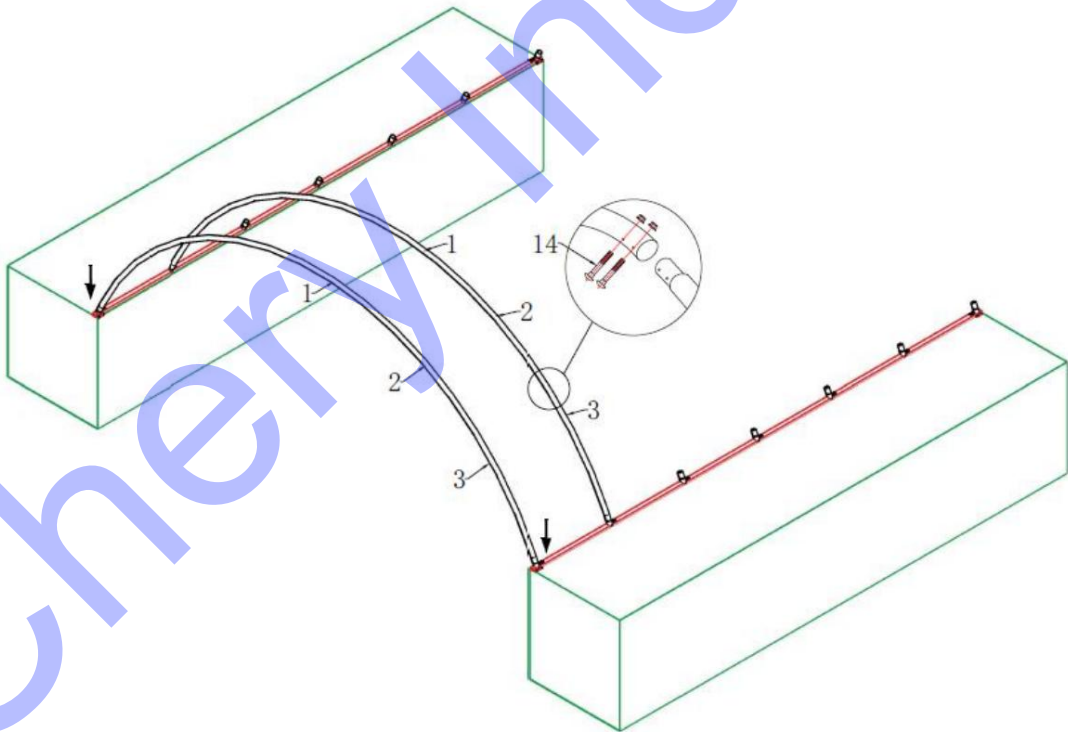

Figure 4
3.2 Comme le montre la figure 4, fixez le tube de support de toit à l'aide d'un boulon